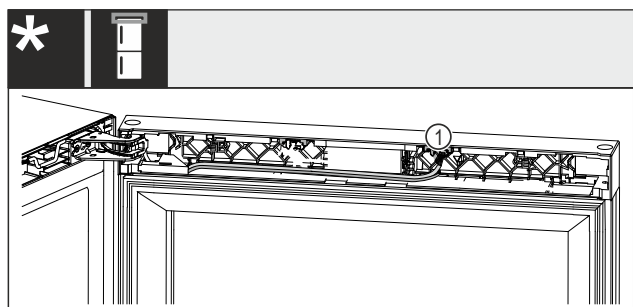

Fig. 19 Combinazioni vino-congelatore
- ▶ Estrarre la spina Fig. 19 (1) dal nido.